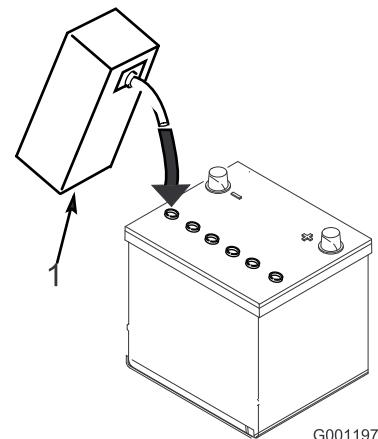

Figura 22
2. Encha cuidadosamente cada célula com electrólito até as placas estarem cobertas com cerca de 6 mm de fluido (Figura 22).
3. Aguarde aproximadamente 20 a 30 minutos para que as placas fiquem embebidas em electrólito. Se necessário, volte a colocar electrólito até ficar cerca de 6 mm acima do fundo do depósito de enchimento (Figura 22).